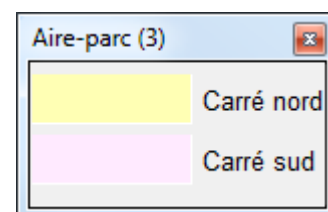

Figure 7
- *Afficher légende* ouvre la fenêtre de la Figure 7 montrant la correspondance entre la couleur et le nom de la surface.